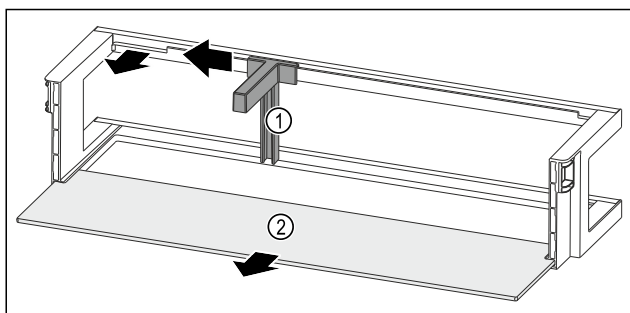

Fig. 270 Polica u vratima s držačem boca i policom za odlaganje
- Držać za boce Fig. 270 (1) pogurnite do otvora na stranu.
- Izvadite držač za boce Fig. 270 (1).
- Izvadite policu Fig. 270 (2).